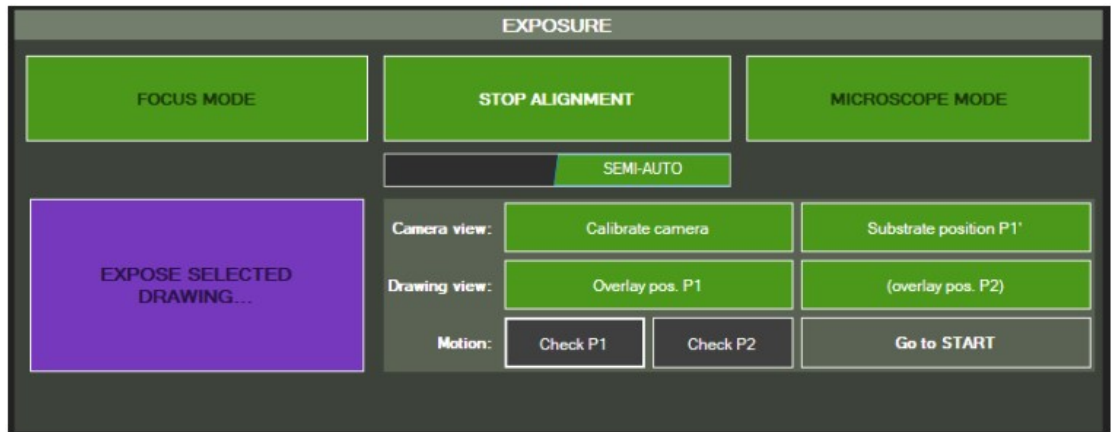

图 63-定义 P1'、P1 和 P2 后的半自动对齐界面
8. 对齐检查:为了检查调整的有效性, 点击 check P1 按钮(图 63)。然后工作台将移动, 使 P1(基板上)与 P1(图纸上)对齐, 如图 58e 所示。如果 P1 和 P1 没有正确居中, 重新进行相机校准和 P1 的选择步骤。如果它们的中心是正确的, 但有一个角度是可见的(图 58e), 它将通过 check P2 来纠正。
11. 完成对齐设置: 单击“开始开始 Go to START”按钮 (图 63), 然后通过单击 QUIT 对齐 QUIT ALIGNMENT 按钮退出对齐模式。